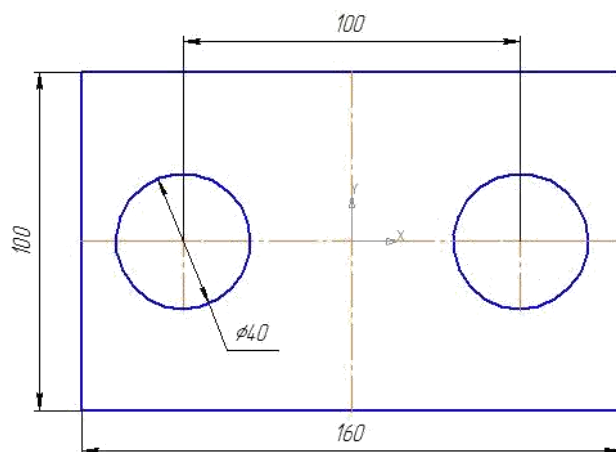

Рис.4.17
- Если отверстие одно, то щелчком **ЛКМ** зафиксируйте фантом строящегося размера (рис.4.17).